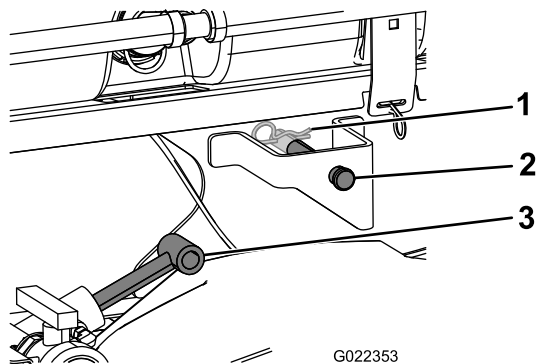

图 9
3. 将提升油缸延伸到药缸滑轨支架上并将油缸配件与药缸滑轨支架上的孔对齐图 9。